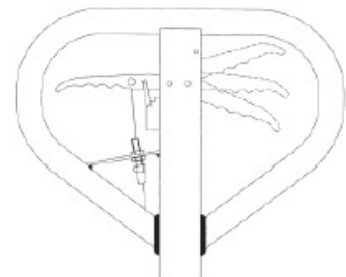

Fig. 5
Dacă este necesar, puteți regla pârghia în conformitate cu pașii următori (fig. 5):
- Dacă furcile nu coboară atunci când mânerul de comandă este în poziția **Jos**, rotiți piulița de reglare în sensul acelor de ceasornic până când ridicarea mânerului de comandă coboară furcile. Apoi verificați poziția **Neutru** conform fig. 5 și asigurați-vă că piulița de reglare este în poziția corectă.